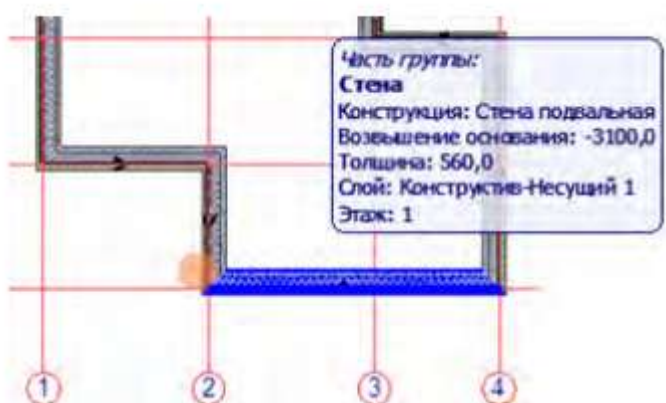

Рисунок 7.17
6. Поместите курсор над нижней горизонтальной стороной стены (рисунок 7.17). Подержите некоторое время курсор в этом месте. При этом обнаруживается, что во-первых, недалеко от курсора показывается небольшая информационная панель (инфометка). В этой инфометке приводится важная информация об элементе, над которым располагается курсор (например, что он является членом группы, тип элемента, его слой и собственный этаж, а также другая информация, зависящая от типа элемента).